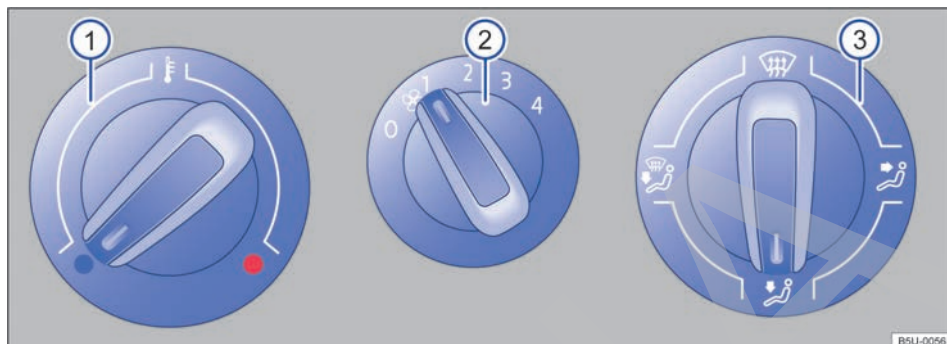
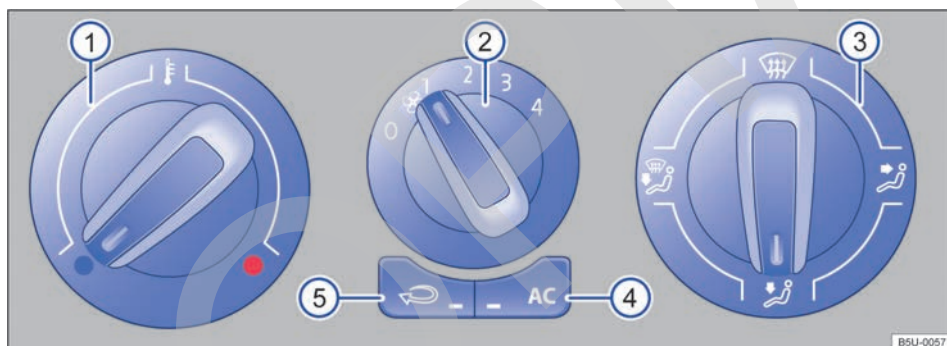

Fig. 120 En la consola central: comandos del sistema de ventilación y calefacción.
Fig. 121 En la consola central: mandos del aire acondicionado.
Tecla, regulador	Información complementaria del sistema de ventilación y calefacción → fig. 120 y aire acondicionado → fig. 121.
Tecla, regulador	Información complementaria del sistema de ventilación y calefacción → fig. 120 y aire acondicionado → fig. 121 .
- En vehículos con sistema de calefacción, coloque el regulador de la temperatura → **fig. 120** **①** completamente hacia la derecha, a la posición máxima de calefacción.
- Coloque el regulador de la distribución del aire **③** en la posición .
- Coloque la turbina **②** en el nivel 3 o 4.
- Colocar el regulador de distribución de aire → fig. 121 ③ en la posición , en esta posición no se puede accionar el modo de recirculación de aire.
- Coloque la turbina ② en el nivel 3 o 4.
- Coloque el regulador de la temperatura ① en la posición deseada.